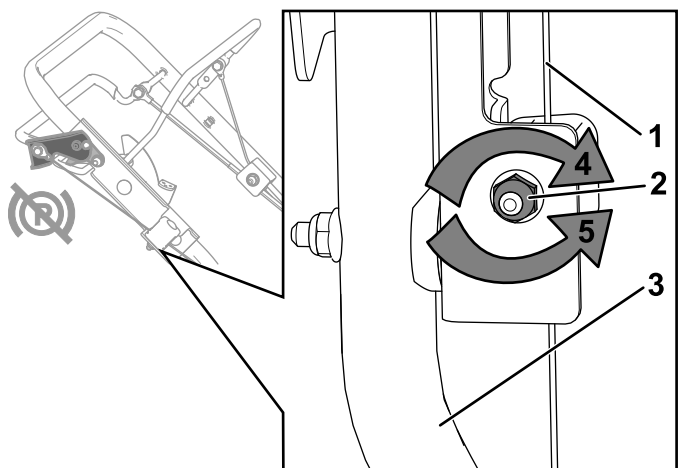

Figura 51
2. Gire la tuerca de ajuste en sentido antihorario para aflojar el cable (Figura 51).
3. Ajuste la tensión del cable (Figura 51) tirando hacia delante o empujando hacia atrás la cubierta del cable y manteniéndola en esa posición.